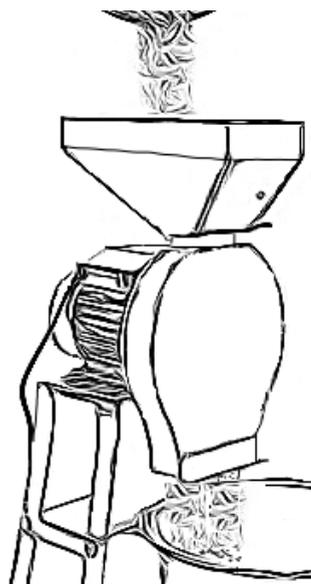

Fig. 7
- Riempire la tramoggia (2) con una quantità adeguata di crocchette o spingere le pannocchie di mais essiccate nell'inserto (4) una dopo l'altra. (Fig. 7)